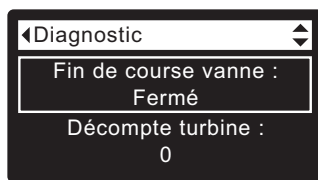

FIG. 105
2. Appuyez sur le bouton BAS (▼) pour faire défiler les options du menu et mettre en encadré l'écran **Contacteur de position vanne** (cf. Figure 105).